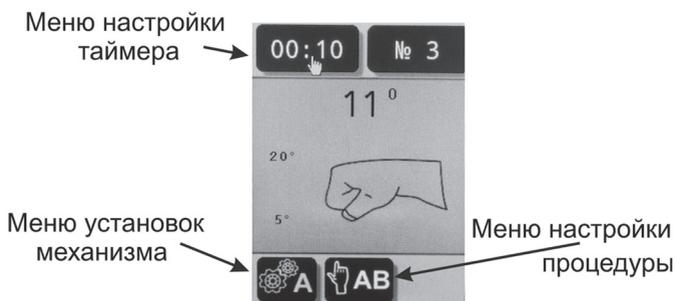

Рисунок 5.4 – Дисплей режима готовности
5.2 Дисплей режима готовности (см. рис. 5.4):
1. Подключите вилку сетевого кабеля (7) в розетку переменного тока 220В 50Гц с заземляющим контактом.
2. Включите Аппарат с помощью выключателя «СЕТЬ» (6). После включения Аппарата слышен звуковой сигнал, на дисплее появляется логотип производителя.
3. По окончании загрузки на дисплее отображается дисплей режима готовности (см. рис. 5.4)
После однократного нажатия любой кнопки Аппарат перейдет в режим «Пауза», о чем сообщит мигающая в зоне В пульта управления иконка . В данном режиме дисплей переходит в состояние и выбор меню (см. рис. 5.4): иконки панели становятся активными и появляется возможность оперативно изменить (скорректировать) режим работы аппарата.